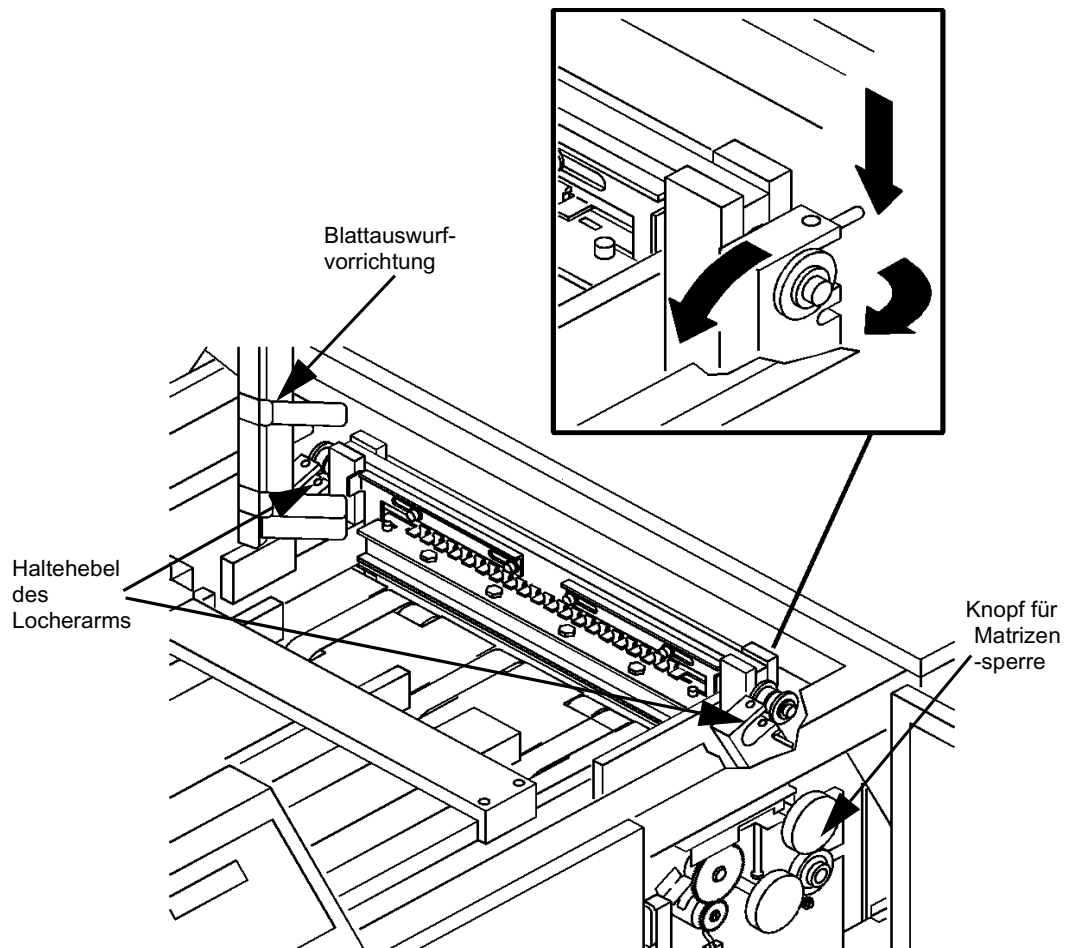

Abbildung 2-2: Matrizenvorrichtung entsperren
- 3 Öffnen Sie die Blattauswurfvorrichtung, wie in Abbildung 2-2 gezeigt.
- 4 Lösen Sie die Haltehebel des Locherarms nach unten und zur Seite, wie in Abbildung 2-2 gezeigt.
- 5 Lösen Sie die Matrzensperre: Drehen Sie den Knopf (siehe Abbildung 2-2) im Uhrzeigersinn, bis Sie ein "Klicken" fühlen. Drehen Sie nicht weiter, da Sie sonst die Matrize wieder sperren.